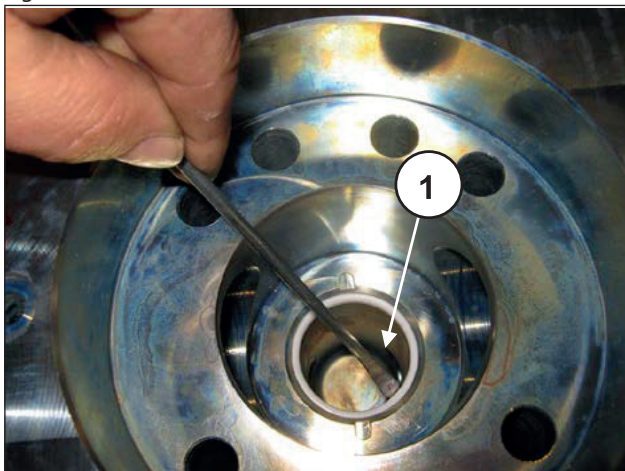

Fig. 178
Extraia os compartimentos da válvula e verifique o status de desgaste dos vedantes. É recomendável trocar após cada desmontagem (pos. ①, Fig. 178).